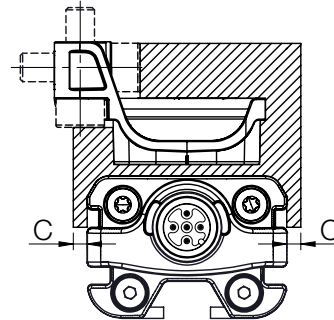

Bild 5-5: Mindestabstand C
- Der Abstand C zwischen Positionsgewer und Teilen die aus magnetisierbarem Material bestehen, muss mindestens 10 mm betragen (siehe Bild 5-5).
- Der Abstand C zwischen Positionsgeber und Teilen die aus magnetisierbarem Material bestehen, muss mindestens 10 mm betragen (siehe Bild 5-5).